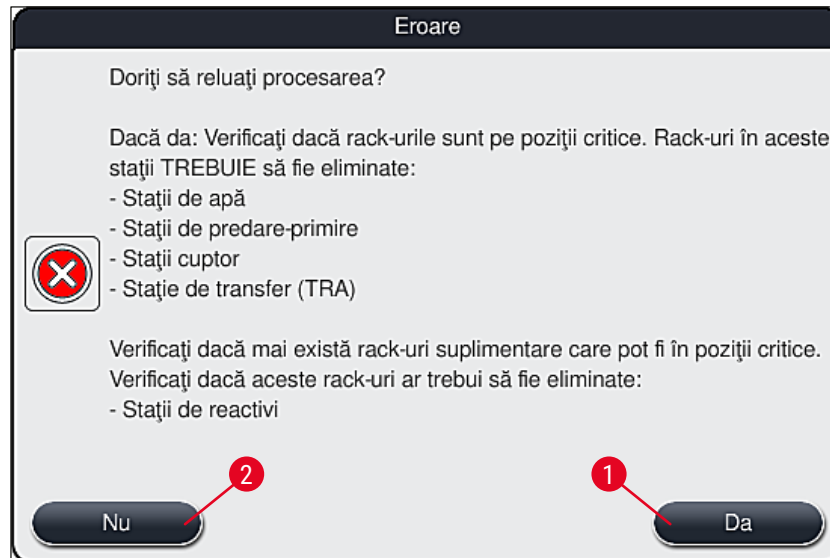

Fig. 110
4. Ulterior, utilizatorul are opțiunea de a selecta dacă procesul de colorare trebuie sau nu să fie reluat (→ P. 137 – 8.2.2 Reluarea procesului de colorare după o întrerupere a alimentării) sau anulat (→ P. 138 – 8.2.3 Anularea tuturor proceselor de colorare după o întrerupere a alimentării electrice) (→ "Fig. 110").
2. Scoateți stativele critice de pe instrument în conformitate cu mesajul de informare (→ "Fig. 110") anterior și confirmați îndepărtarea prin apăsarea stației corespunzătoare (→ "Fig. 111-1") de pe ecran.
Anularea procesului de colorare și revenirea la meniul anterior de selecție (→ "Fig. 110") pot fi anulate prin apăsarea butonului **Anulare** (→ "Fig. 112-2").